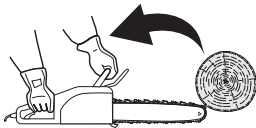

Fig. 23
O ressalto pode ocorrer se a ponta da lâmina tocar num objeto, ou se a madeira fechar e apertar a corrente no corte. Em alguns casos, o contacto com a ponta da lâmina (4) pode provocar uma reação inversa extremamente rápida, o que resulta no movimento da lâmina para cima e para trás em direção ao utilizador (Fig. 23 - 25).